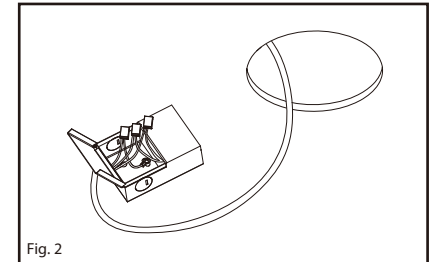

Fig. 2
2. Open the cover of the junction box. Push and remove one of the knockouts on the side panel of the junction box. (Fig. 2)
3. Insert the power supply wire through the knockout and fasten with a strain relief (not included). (Fig. 2)
4. Connect the ground wire to green wire in the junction box. Connect power leads in ceiling to the black and white wires in junction box (black on black etc). (Fig. 2)
5. Put all wires and connections back into the junction box and close the cover securely. (Fig. 2)
2. Ouvrez le couvercle de la boîte de jonction. Poussez et retirez l'un des débouchures sur le panneau latéral de la boîte du conducteur. (Fig. 2)
3. Insérez le fil d'alimentation électrique à travers la découpe et fixez avec un dispositif anti-traction (non fourni). (Fig. 2)
4. Connectez le fil de terre au fil vert du bornier. Connectez les fils électriques du plafond aux fils noir et blanc du bornier (noir sur noir, etc.). (Fig. 2)
5. Remettez tous les fils et connexions dans le Boîte de dérivation et fermez bien le couvercle. (Fig. 2)